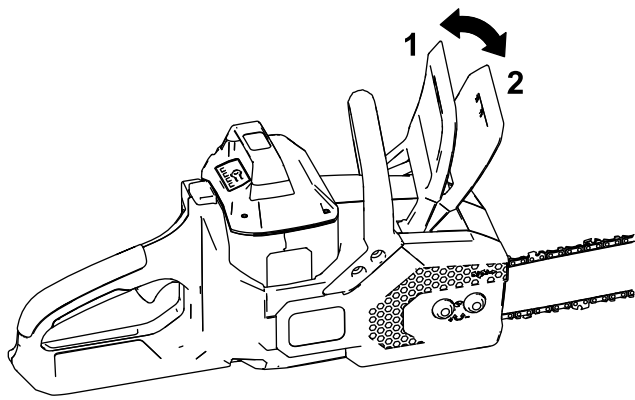

Figura 10
6. Asegúrese de que el freno de la cadena esté en la posición de MARCHA (Figura 10).
Cuando no vaya a utilizar la sierra o cuando la transporte desde o hacia el área de trabajo, mueva el freno de la cadena a la posición de PARADA (Figura 10) y retire la batería.